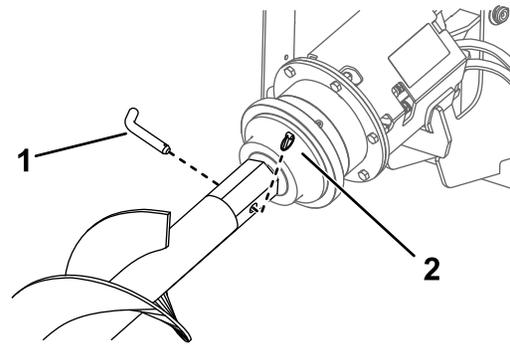

Figura 5
4. Retire el pasador y la chaveta que sujetan el cabezal de transmisión a la barra de perforación (Figura 5).